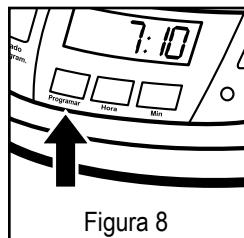

Figura 8
1. Enquanto a cafeteira estiver desligada, pressione e segure o botão para programar o preparo de café “PROGRAMAR”. Veja figura 8.